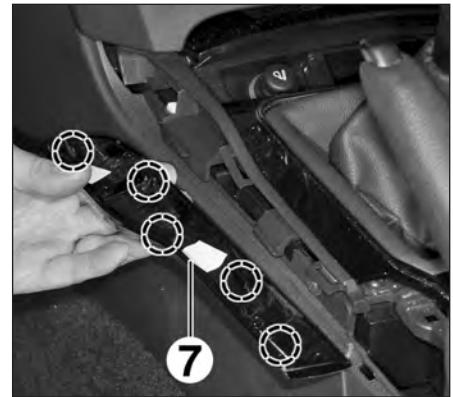

FIG. 16
- la garniture (7) de la console centrale (Fig.16).